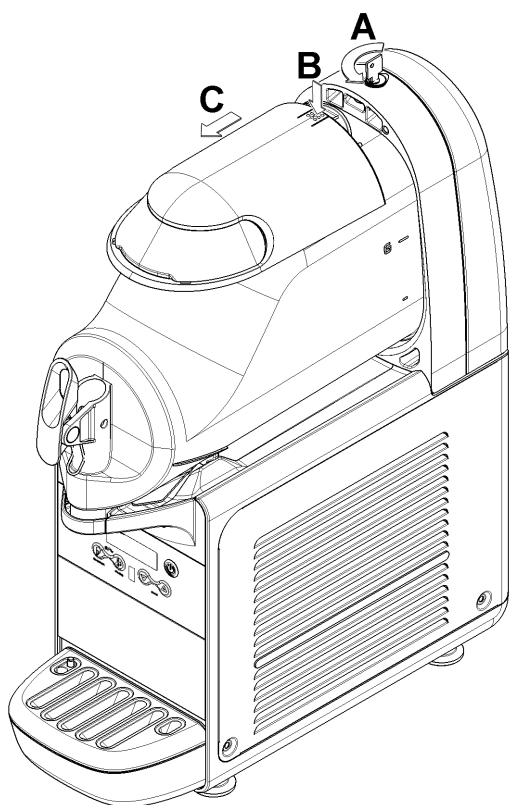

figura 2
**1** Para quitar la tapa del recipiente, pulsar la tecla superior B y deslizar la tapa C hacia la parte anterior del recipiente. Si la máquina dispone de cerradura para el cierre de seguridad de la tapa A, girar la llave en el sentido contrario al de las agujas del reloj y desbloquear la tecla de apertura (ver figura 2).